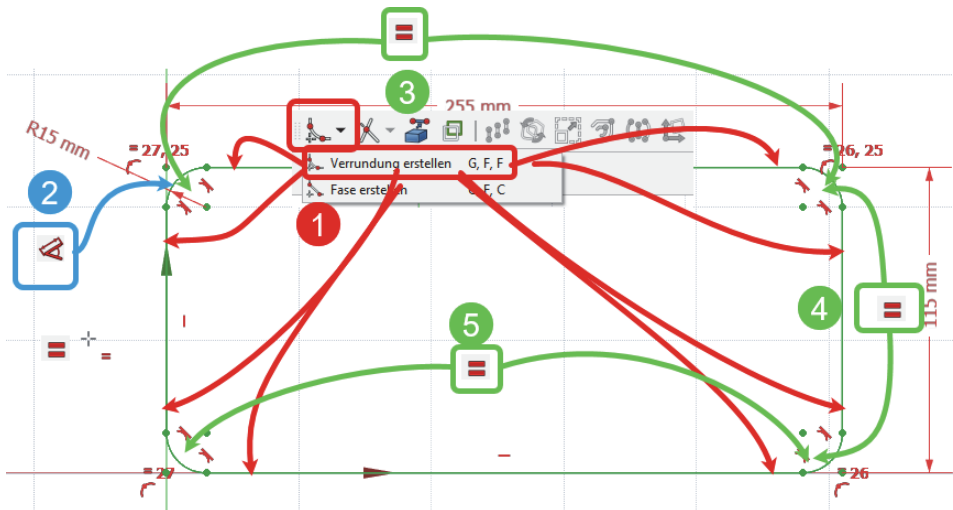

Abb. 2.21: Abrunden, Bemaßen und Gleichsetzen der Radien
Für das Abrunden der Kanten kommen verschiedene Verfahren infrage. Schon in den Skizzen können Sie Abrundungen erzeugen. Im Skizzenmodus finden Sie in der Symbolleiste SKETCHER-WERKZEUGE die Funktion VERRUNDUNG ERSTELLEN ❶ (Abbildung 2.21). Damit klicken Sie die Linien nahe der Ecke jeweils an und erzeugen so zunächst eine runde Ecke mit undefiniertem Radius. Die Funktion können Sie auf mehrere Ecken nacheinander anwenden. Mit dem Bemaßungsbefehl ❷  geben Sie den Radius für eine Ecke ein und mit der Randbedingung ❸, ❹, ❺  GLEICHHEIT setzen Sie die Radien paarweise gleich.